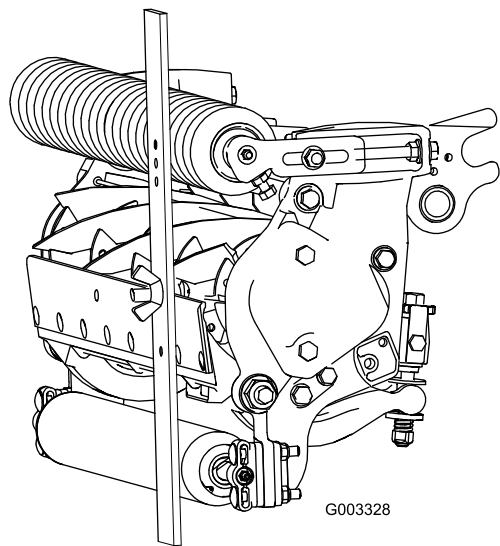

Figura 17
- 3. Agganciate la testa della vite sul tagliente della controlama e poggiate l'estremità posteriore della barra sul rullo posteriore (Figura 17).
- 4. Ruotate la vite di regolazione finché il rullo anteriore non toccherà la barra di riferimento (Figura 17). Regolate entrambe le estremità del rullo finché l'intero rullo non sarà parallelo alla controlama.